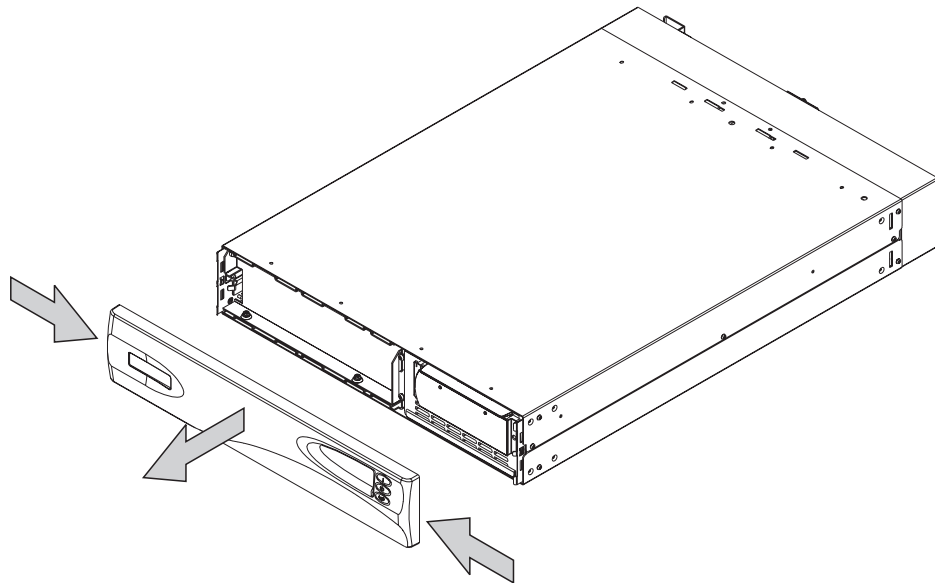

図 245. 2145 UPS のフロント・パネルの取り外し
2. 図 245に示すように、フロント・パネルの両側面を内側に押し、次に両端を手前に引いて、フロント・パネルを除去します。